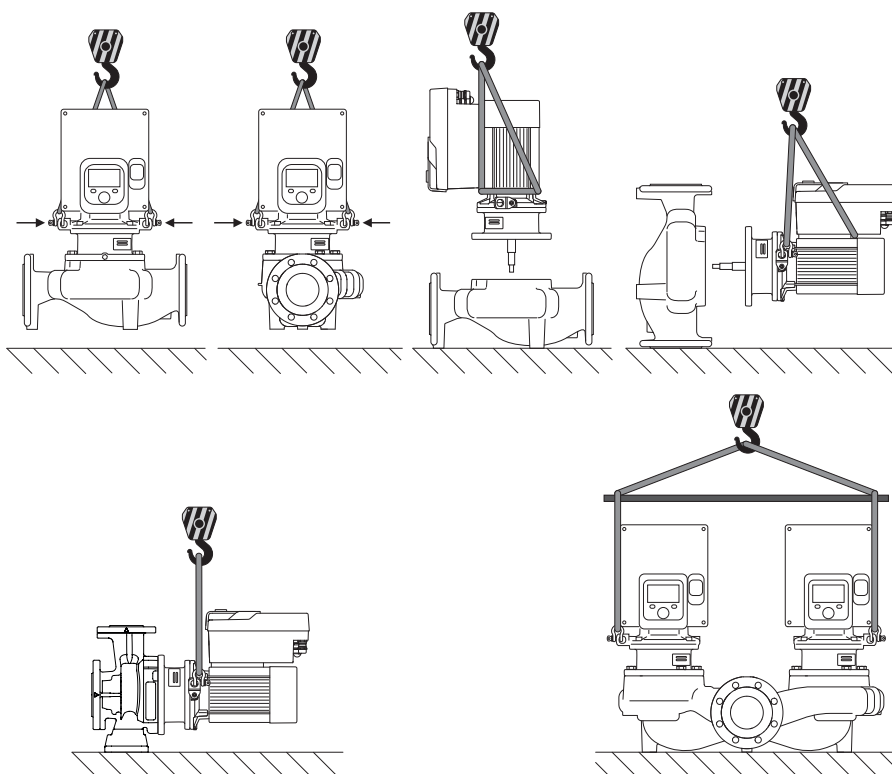

Fig. 6: Hijsrichting
Het transport van de pomp moet met goedgekeurd hijswerktuigen (takel, kraan etc.) worden uitgevoerd. Deze moeten worden bevestigd aan de transportogen op de motorflens. Schuif, indien nodig, hijslussen onder de adapterplaat (Fig. 6).
1. Laat 2 transportogen (Fig. I, pos. 30) op de motorflens zitten.
2. Bevestig de insteekset (Fig. 4) ter beveiliging met geschikte hijsmiddelen aan de transportogen. Leg een riemlus overeenkomstig Fig. 6 om de motor en adapter van de elektronicamodule om te voorkomen dat de eenheid kantelt. Voorkom dat de elektronicamodule wordt beschadigd bij het bevestigen.
3. Draai de schroeven (Fig. I/II/III/IV, pos. 29) los en verwijder deze.